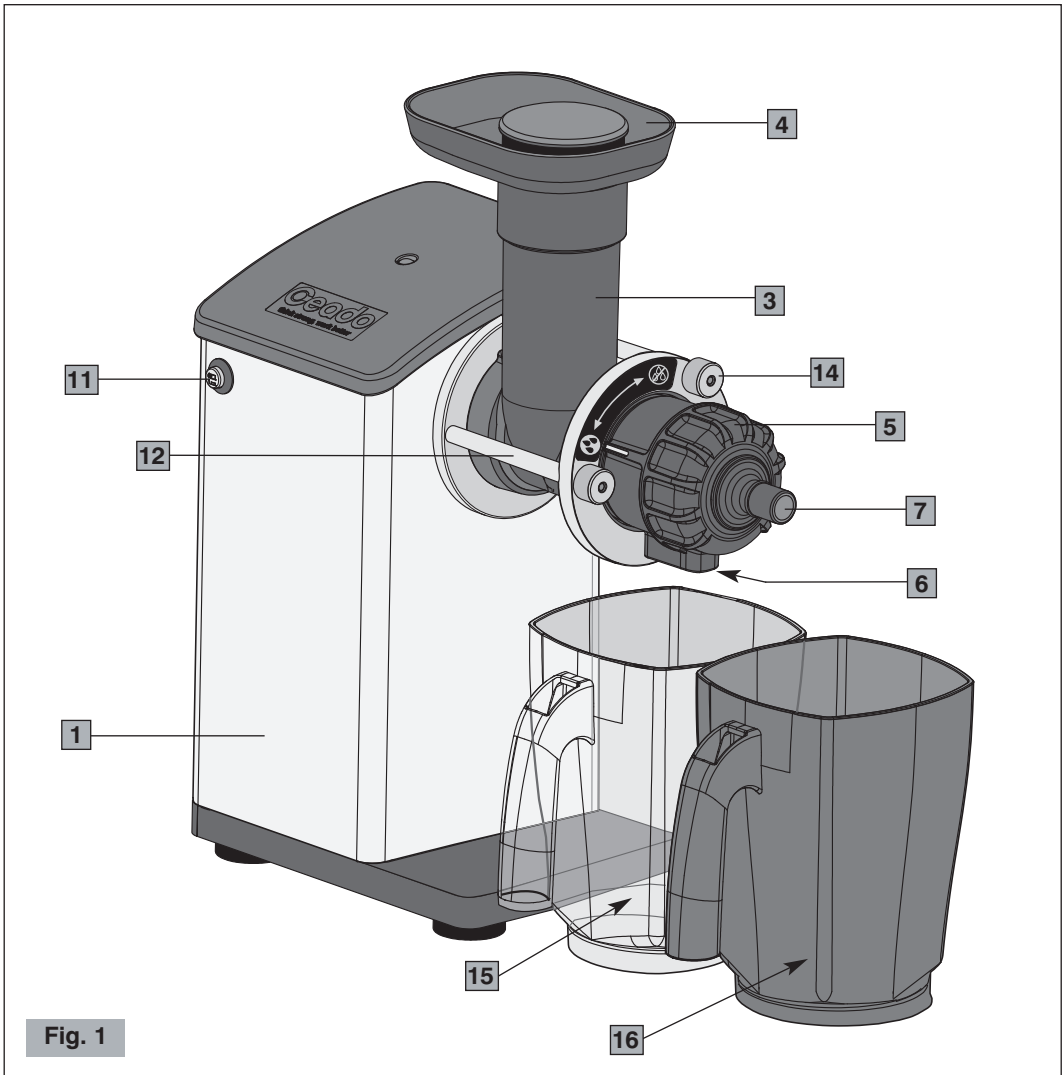
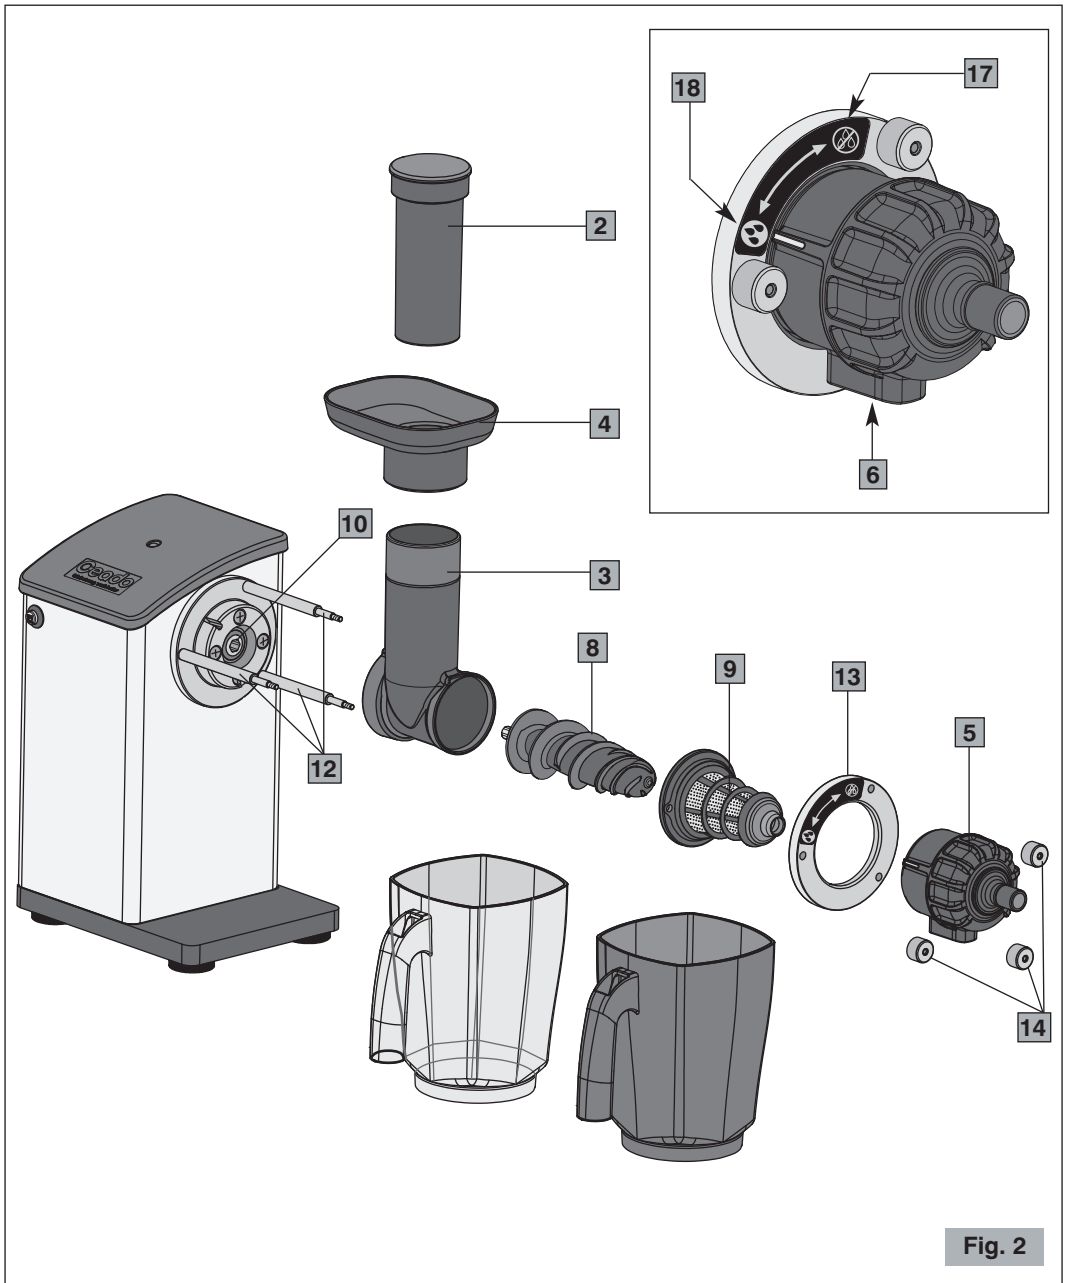

Fig. 1
Fig. 2
Bevor der Stecker in die Steckdose gesteckt wird muss man sich vergewissern, dass sich der ON-OFF-Schalter (11 Abb. 1) auf „O“ (ausgeschaltet) befindet.
- 3** Die Saftbehälter (15, Fig. 1) unter den Saftauslauf und die Fruchtfleischbehälter (16, Abb. 1) unter den Fruchtfleischauslauf stellen.
Während des Gerätebetriebs muss sich die Filterabdeckung (5, Abb. 1) in offener Position befinden (Symbol „Drei Tropfen“). Um ein Tropfen zu verhindern, muss nach Abstellen des Motors die Filterabdeckung so lange um 90° im Uhrzeigersinn gedreht werden (Symbol „Tropfenstopp“).
Componentes principales (Fig. 1 - Fig. 2)
Antes de conectar el enchufe a la toma de corriente, controlar que el interruptor ON-OFF (11 Fig. 1) esté en posición "O" de apagado.
- 3** Colocar el contenedor de zumo (15, Fig. 1) bajo la salida del zumo y el contenedor de pulpa (16, Fig. 1) bajo la descarga de residuos.
Durante el funcionamiento del aparato el cubre filtro (5, Fig. 1) debe estar en posición abierto (símbolo "tres gotas"). Tras haber detenido el motor, para evitar el goteo, cerrar el cubre filtro girándolo de 90° en sentido horario (símbolo "stop gotas").